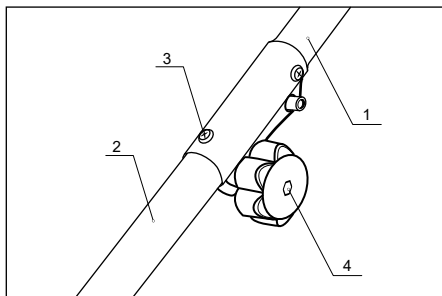

Рис. 5
4. Соедините верхнюю 1 (рис. 5) и нижнюю 2 (рис. 5) часть штанги, повернув ее так, чтобы пружинная кнопка нижней части 3 (рис. 5) вошла в отверстие муфты верхней части штанги. При необходимости поверните вал катушки так, чтобы приводной вал, находящийся в нижней части штанги, вошел в зацепление с ответной частью в верхней части. Зафиксируйте соединение стяжным винтом коннектора штанги 4 (рис. 5).